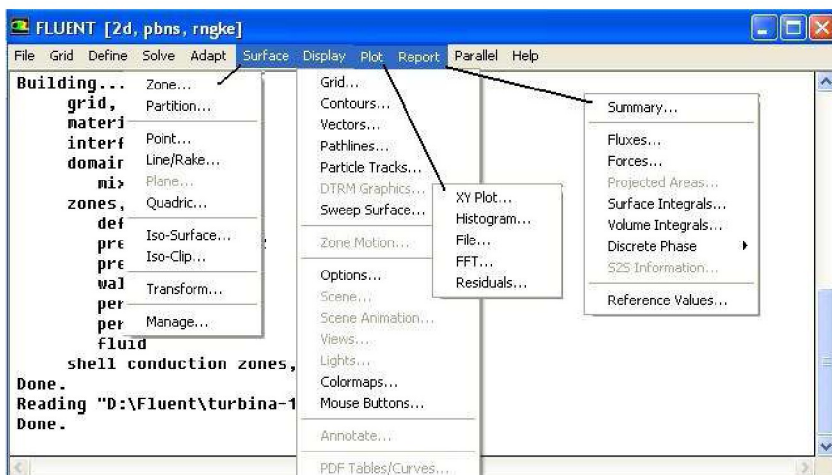

Рис. 1.6. Подменю отображения результатов расчета
5. Подменю отображения результатов расчета (*Surface*, *Display*, *Plot* и *Report*) (рис. 1.6), в которых сосредоточены команды отображение результатов расчета различными способами: в виде полей, векторов, графиков, интегральных значений параметров и т.д.